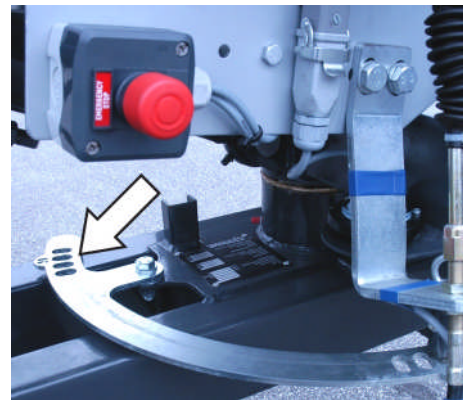

Fig. 143: Cran d'enclenchement
34. Tirer le levier (1) (Fig. 143) vers l'opérateur
35. Déplacer durant 2 secondes le levier 1 (Fig. 143) vers la droite (Déploiement)
37. Déplacer aussitôt le levier (1) (Fig. 143) vers la gauche jusqu'à ce que la bonne hauteur soit atteinte.